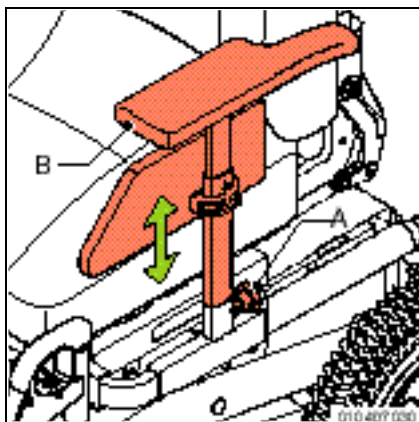

Figur 33
1. Løsne klemmen (A) fra justeringsstangen (B) (figur 33).